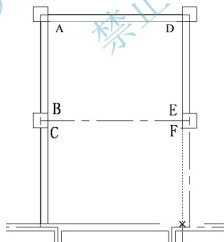

图 2.60 用【对象追踪】找墙的下端点
(6) 按 Enter 键重复【多线】命令。
① 在指定起点或[对正(J)/比例(S)/样式(ST)]: 提示下, 捕捉 E 点。
② 在指定下一点或[闭合(C)/放弃(U)]: 提示下, 将光标垂直向上拖动, 然后捕捉 D 点, 并按 Enter 键结束命令, 绘制出 ED 墙线。
(7) 按 Enter 键重复【多线】命令。
① 在指定起点或[对正(J)/比例(S)/样式(ST)]: 提示下, 将光标放在 F 处会出现端点捕捉, 此时不单击而是将光标向下拖动, 这时出现虚线, 将光标继续向下拖动至与 D 轴线外墙相接处, 会出现交点捕捉(黄色的“×”), 如图 2.60 所示, 此时单击此处可绘制出这一段墙的下端点。